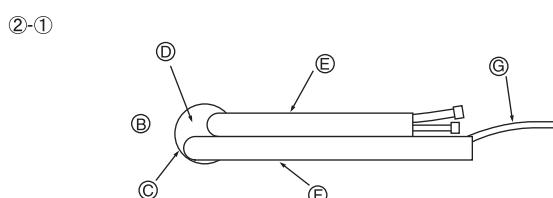

Fig. 3-5
② Αριστερός και πίσω αριστερός σωλήνας
②-① Για πίσω αριστερή σωλήνωση, τραβήγετε τους σωλήνες να βγουν από την οπή για να μετρήσετε σωστά το μήκος τους, μετά λυγίστε τους. Η εσωτερική μονάδα πρέπει να κρέμεται από τη βάση της που είναι τοποθετημένη στον τοίχο. (Fig. 3-5)